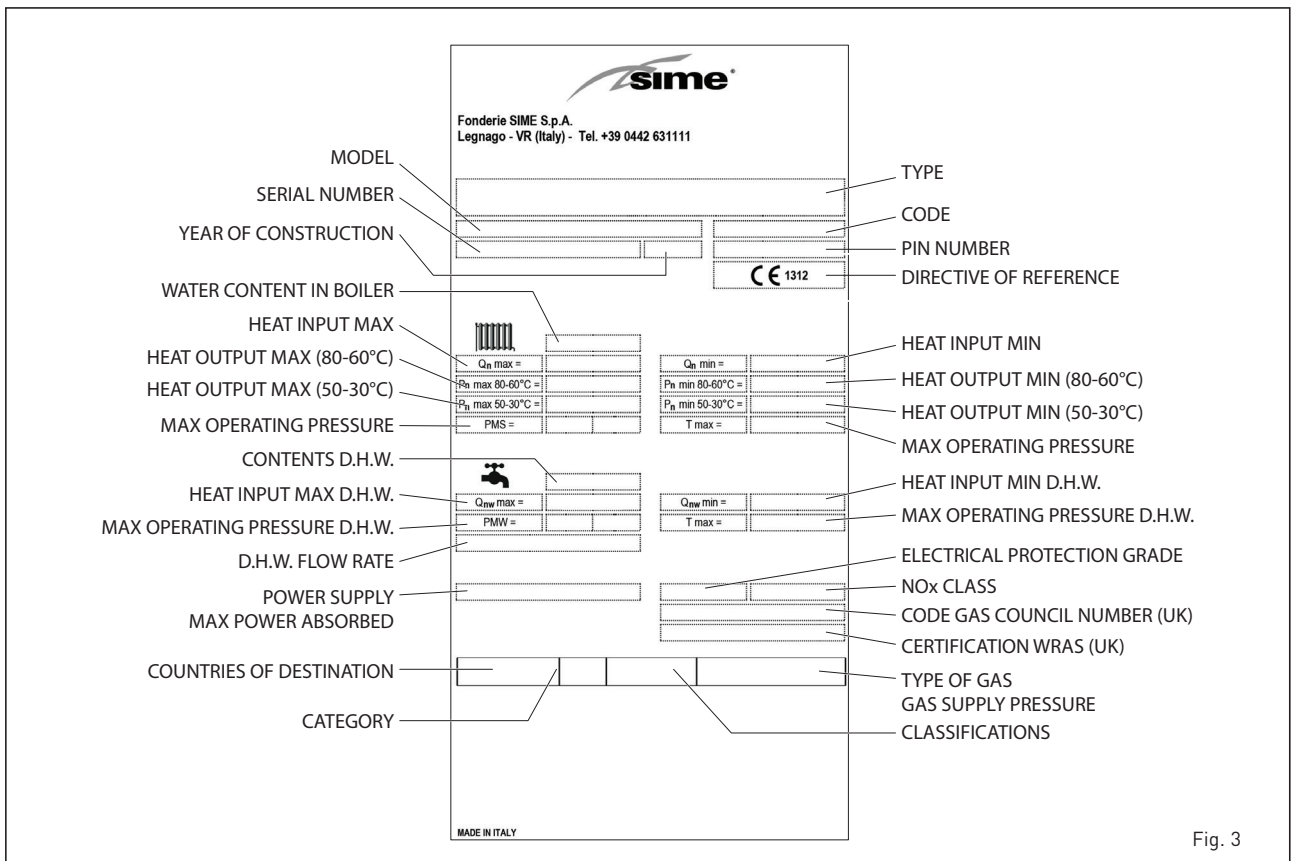

Fig. 3
1.5 TECHNICAL DATA PLATE (fig. 3)